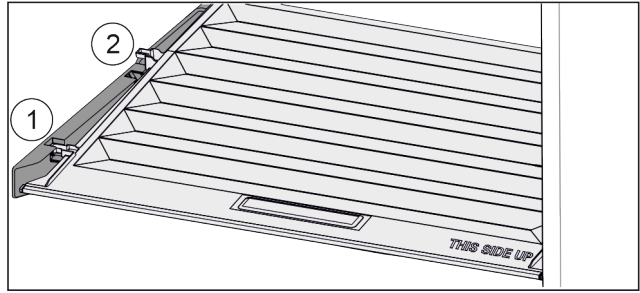

Fig. 75
- Veko potiahnite dopredu až k otvoru v prídržných dieloch Fig. 75 (1).
- Vzadu ho nadvihnite zospodu a zložte smerom nahor Fig. 75 (2).